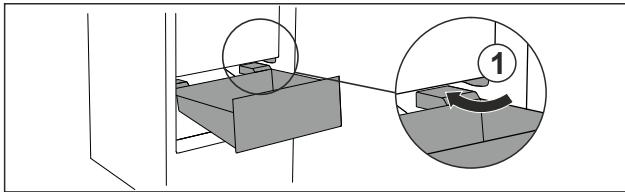

Fig. 98
- ▶ Guider le tiroir en biais en contournant les butées Fig. 98 (1).